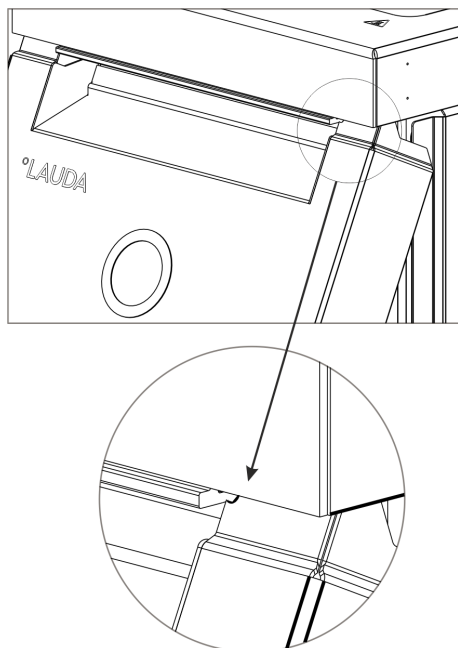

Abb. 78: Radien an der Frontblende
2. Schieben Sie die Frontblende nur so weit nach oben, dass die Radien noch zu sehen sind Abb. 78.